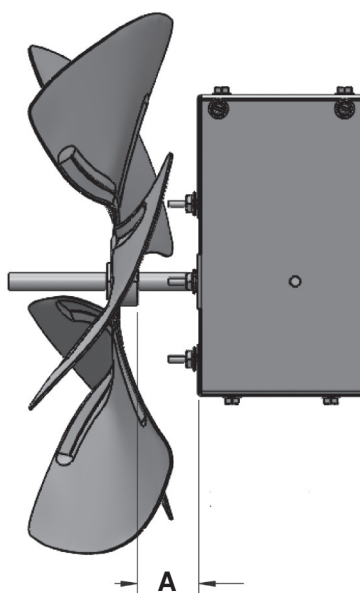

Figure 7. Espacement du ventilateur et du moteur (reportez-vous au Tableau 6)
7. Assurez-vous que la roue du ventilateur est positionnée correctement sur l'arbre (voir Figure 7) et que la vis de réglage est serrée conformément au couple indiqué dans le Tableau 6.
*Voir Figure 7.